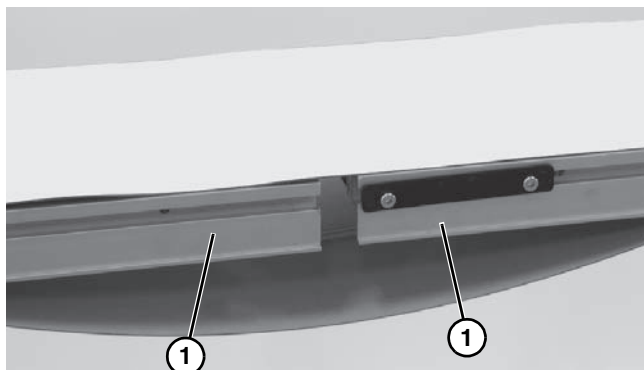

Figure 5
3. Desenrolle la cinta del transportador y coloque las secciones del bastidor del transportador (**Figure 5, ítem 1**) en el bucle de la cinta.